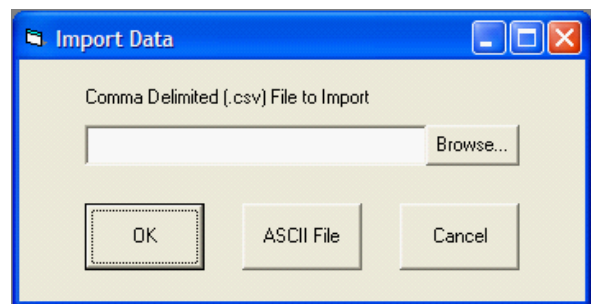

図9. [Import Data]ダイアログボックス
2. 図9に示したダイアログボックスにファイルのパスを入力するか、[Browse...]ボタンをクリックしてファイルを探します。[OK]をクリックします。
2. 図9に示した[ASCII File]ボタンをクリックします。